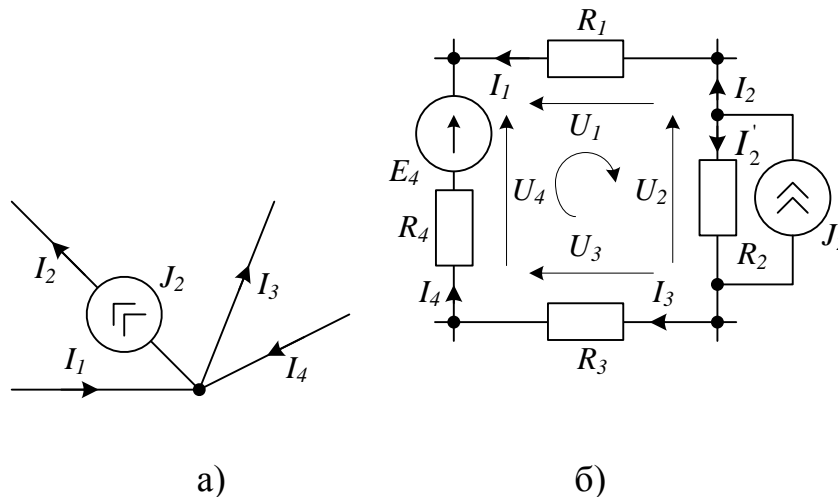

Рис.1.4
Запишем уравнение по ЗТК для узла, изображенного на рис.1.4,а:
Запишем уравнение по ЗНК для контура, изображенного на рис.1.4,б. Выберем направление обхода контура по часовой стрелке. Учитывая, что напряжения ветвей ( $U_1 \dots U_4$ ), входящих в контур, совпадают по направлению с токами в ветвях, получим:
Сгруппировав падения напряжения на сопротивлениях ветвей в левой части уравнения, а источники – в правой, запишем ЗНК для контура (рис. 1.4,б) в виде:
5. Нумеруют ветви и присваивают всем элементам, находящимся в одной и той же ветви, а также току в ней одинаковый индекс, совпадающий с ее номером (например, на рис.1.4,б в четвертой ветви – сопротивление  $R_4$ , ток  $I_4$ , ЭДС  $E_4$ ).